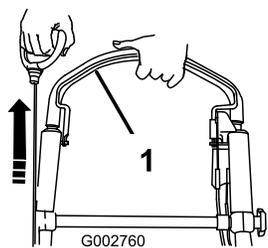

Figura 21
2. Tenete la barra di comando della lama premuta contro la stegola e tirate l'avviatore autoavvolgente (Figura 21).